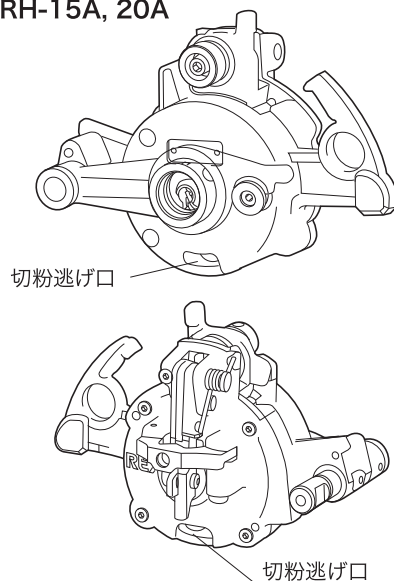

図 34
1. 切粉づまりの点検 (図34, 35)
- ・転造ヘッド内部に溜まった切粉は、切粉逃げ口からオイルと共に排出するしくみになっています。転造ねじ加工前に表側、および裏側の逃げ口から内部を見て、切粉があれば先の細い棒などでかき出してください。(図34, 35)